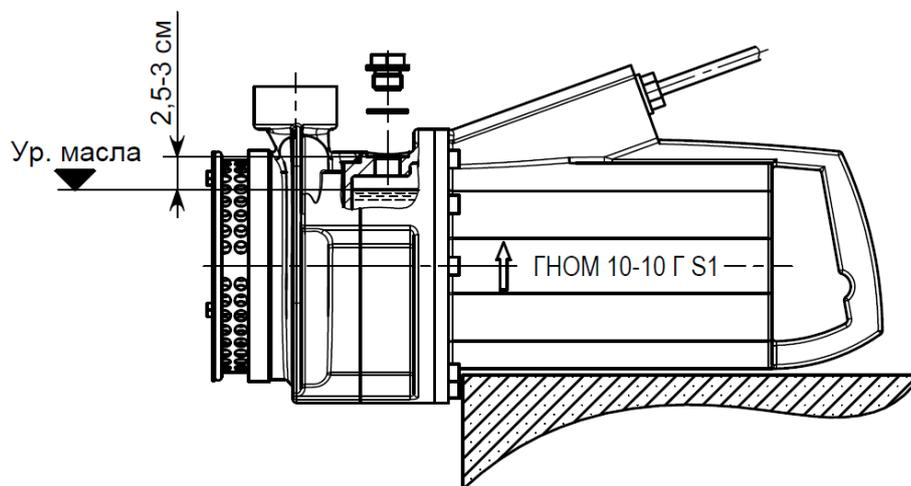

Рисунок 9 – Схема заливки масла
2.3.4 Проверить наличие масла в масляной камере (визуально). Электронасос положить горизонтально пробкой вверх, выкрутив ее из щита. Уровень масла должен быть примерно на 2,5 – 3 см ниже уровня уплотняемой поверхности отверстия резьбовой пробки (рисунок 9).
- уровень и качество масла в масляной камере. Если уровень ниже 2,5-3 см (рисунок 9) - долить масло.